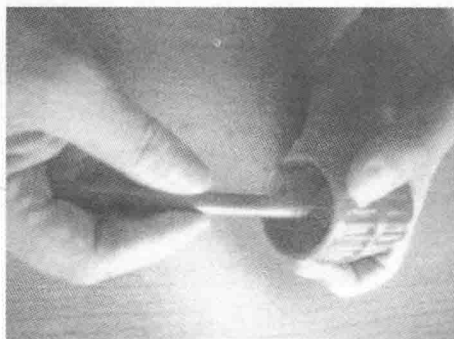

图 1-7 倒角器倒角
- (1) 将倒角器一端的刮刀伸进铜管端部，如图 1-7，左右旋转几次；
(2) 反复操作，直至去除内凹收口和毛次。